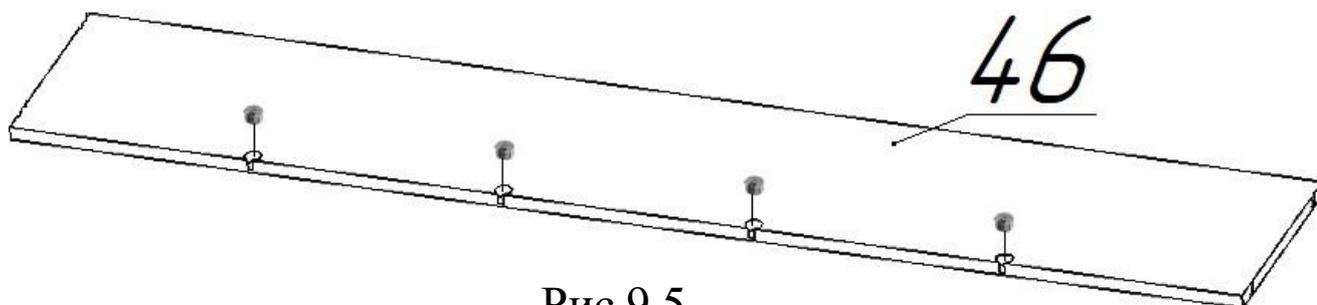
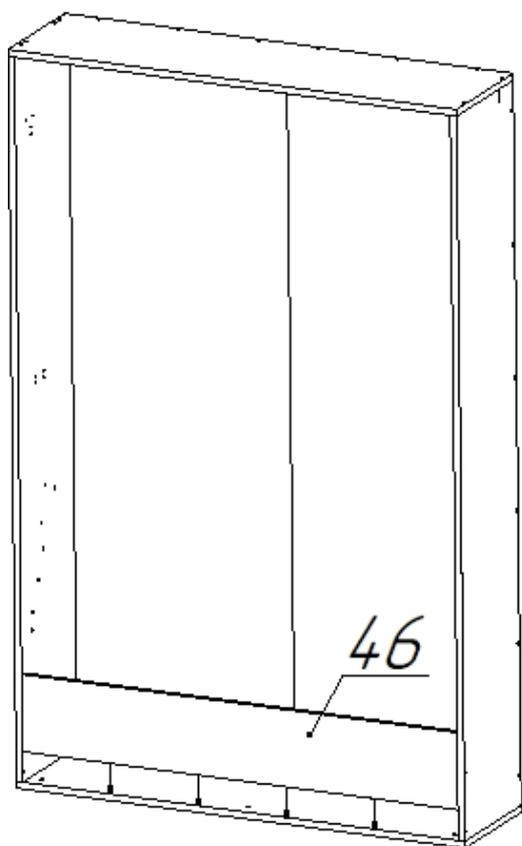
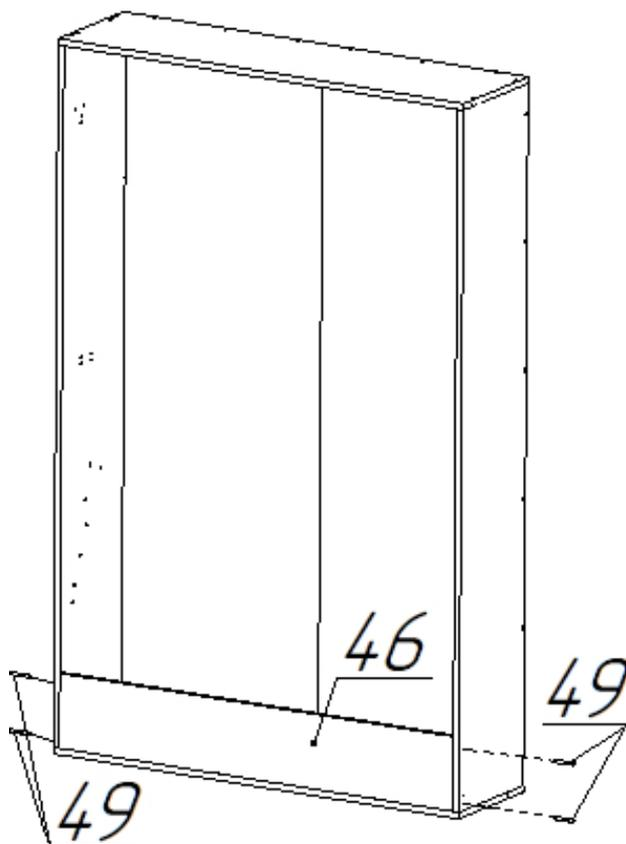

Рис.9.5
Рис.9.6
Рис.9.7
- f. Установить на царгу поз.46 эксцентрики поз.53А в соответствии с рис.9.5. Установить царгу поз.46 в короб кровати, совместив штоки эксцентриковна панели нижней поз.43 с соответствующими отверстиямина царге поз.46 в соответствии с рис.9.6 (Рама кровати условно не показана). Закрепить царгу с помощью винтов-конфирматов поз.49 (см.рис.9.7). С помощью отвертки PZ2 повернуть эксцентрики поз.53 на царге поз.46 по часовой стрелке до упора.